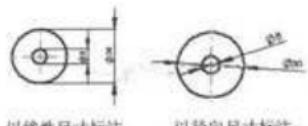

图 6-132 直径尺寸
(19) 使用文档第二箭头。根据“文件属性 - 详图 - 尺寸”对话框的默认设置（通过单击菜单栏中的“工具”→“选项”命令，在“文件属性”标签下选择“尺寸”选项）是否勾选“显示第二端向外箭头”复选框，确定第二箭头显示或不显示。
(20) 显示为线性尺寸。勾选该复选框，指定将直径尺寸以线性尺寸标注，否则以径向尺寸标注，如图 6-132 所示。